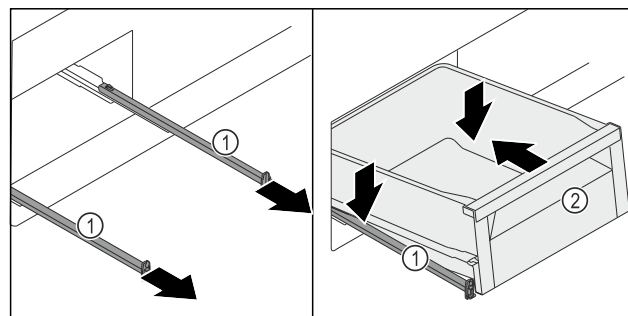

Fig. 125
- ▶ Schienen Fig. 125 (1) herausziehen.
- ▶ Schienen Fig. 125 (1) festhalten und Schubfach Fig. 125 (2) schräg von oben auf den Schienen Fig. 125 (1) aufsetzen.
- ▶ Schubfach Fig. 125 (2) auf den Schienen Fig. 125 (1) bis zum Anschlag nach hinten schieben.